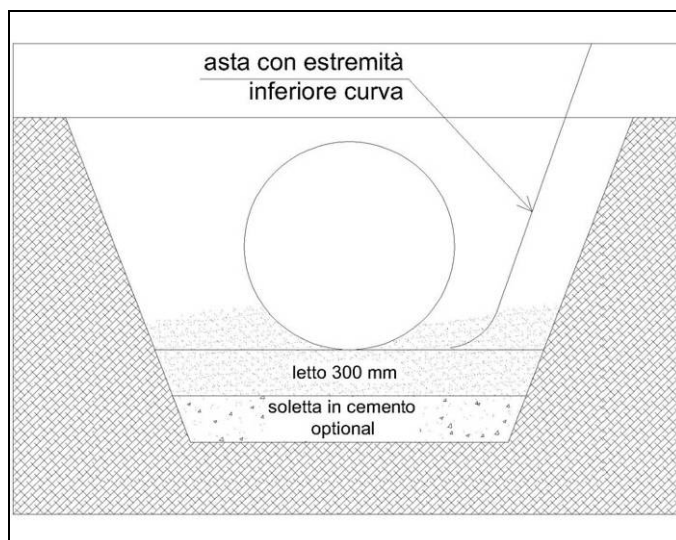

Figura 13 Eliminazione vuoti con asta curva
- Utilizzare un'asta sufficientemente lunga per arrivare al disotto del manufatto. Nel caso di pareti dello scavo semi-perpendicolari, è importante che l'asta abbia l'estremità inferiore curva (vedere Figura 13).